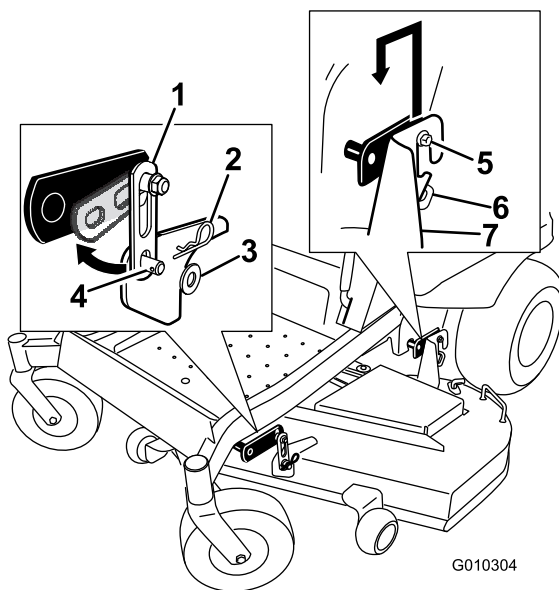

Figura 75
2. Rimuovete la bulloneria dai supporti di sospensione anteriori del piatto di taglio su entrambi i lati del piatto (Figura 75).
3. Sollevate con cautela il piatto di taglio sganciandolo dai bulloni di sospensione posteriori e abbassate la parte anteriore del piatto fino al suolo (Figura 75).
5. Alzate la parte posteriore del piatto di taglio e guidate le staffe di sospensione sui bulloni di sospensione posteriori (Figura 75).
6. Agganciate il supporto anteriore presente sul piatto di taglio ai supporti di sospensione anteriori e fissatele con una rondella e una coppiglia (Figura 75).